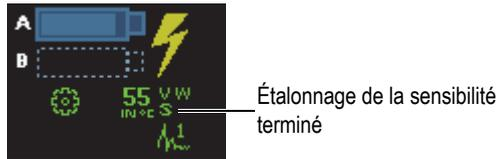

Figure 5-15 Indicateur de la sensibilité (S) de couleur verte après l'étalonnage
La sensibilité est maintenant étalonnée. Dans la partie supérieure gauche de l'écran, l'indicateur d'étalonnage de la sensibilité (S) s'affiche en vert (voir la Figure 5-15 à la page 150).